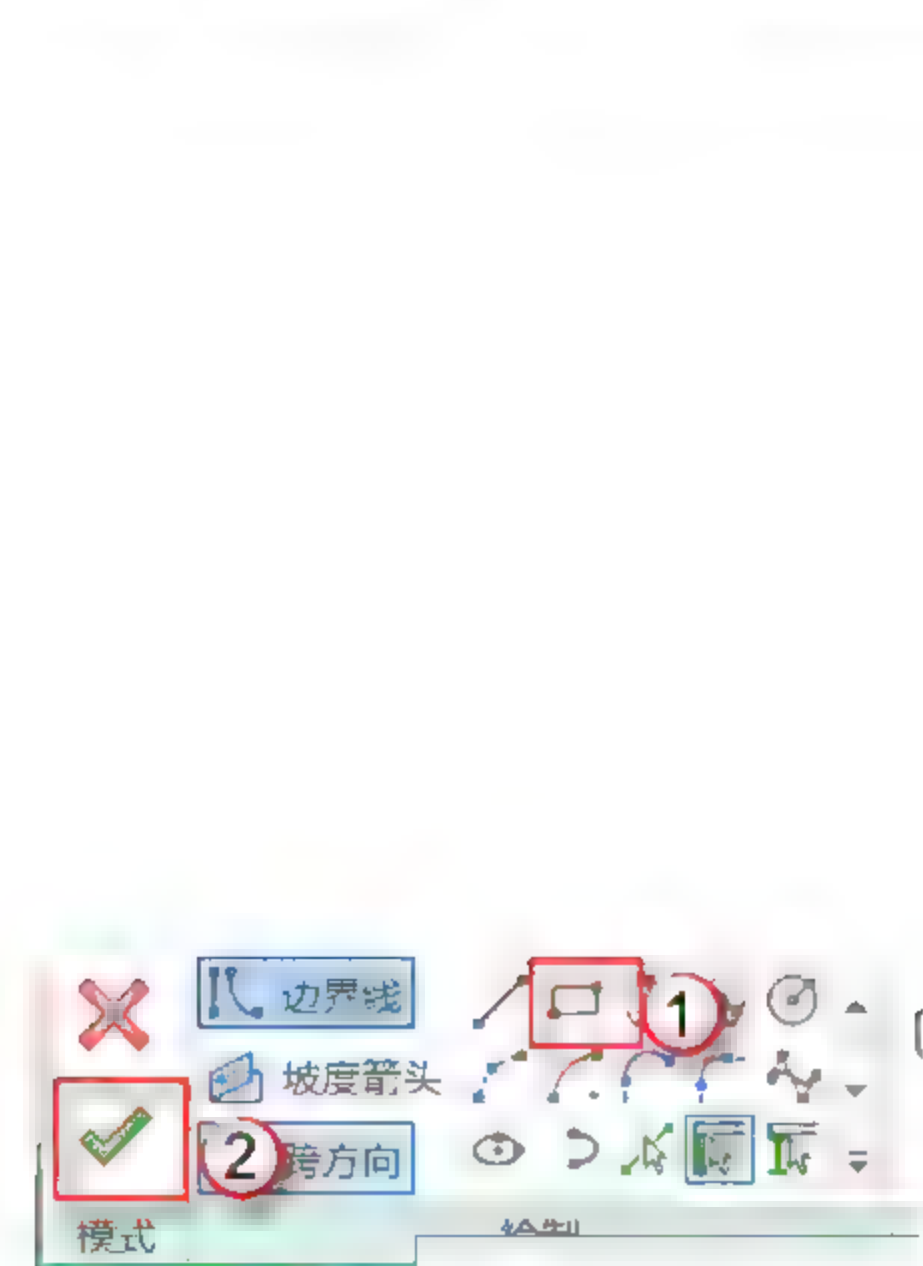
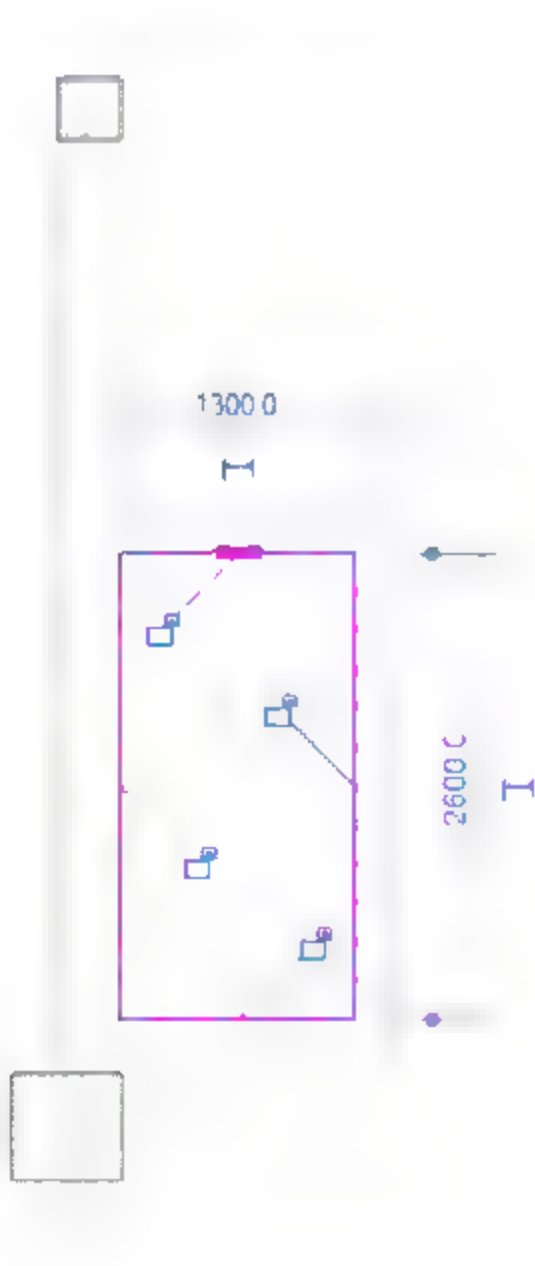
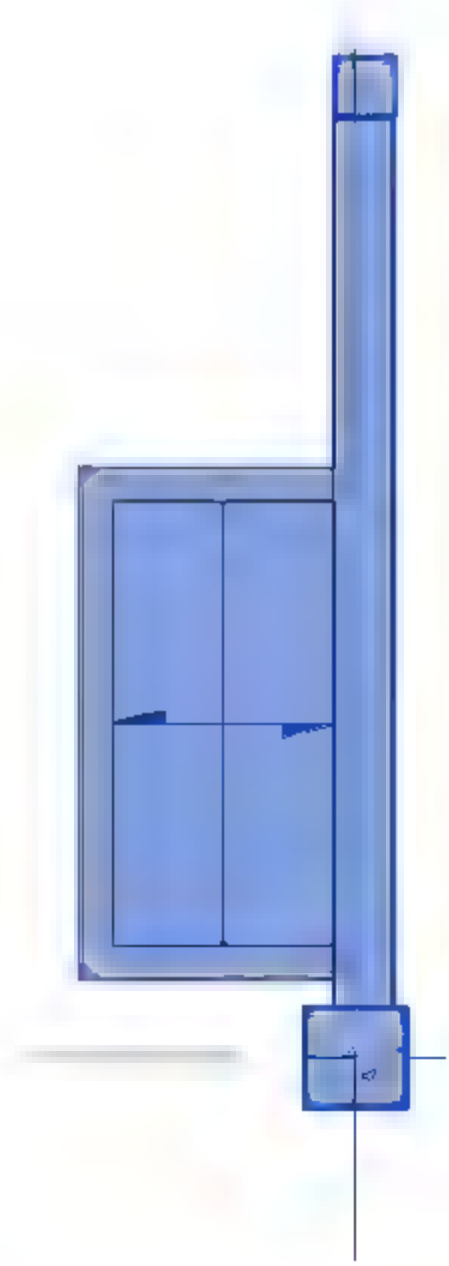

图 5.3.14 选择绘制工具
图 5.3.15 绘制方法
图 5.3.16 有梁雨篷平面图
(10) 进入“修改/创建楼板边界”模式。可以观察到有梁雨篷的边界为一矩形，且不需要考虑坡度以及跨方向，则可直接选择“边界线”中的“矩形”工具进行绘制，如图 5.3.14 所示。绘制完成后，单击√按钮完成有梁雨篷的绘制，如图 5.3.15 和图 5.3.16 所示。